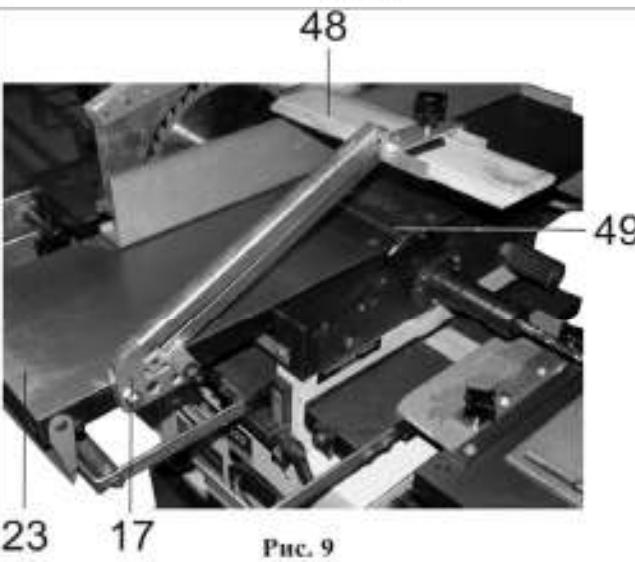

Рис. 9
8.2.6. На боковой поверхности стола подачи (23) установите и закрепите кронштейн защитной планки рабочего вала (17). На кронштейне (17) установите и закрепите защитную планку (48), Рис.9.
- по шкале рельсы (46) определить положение направляющей планки (15) и зафиксировать положение ручкой фиксации (47);
- болтом фиксации (64) зафиксировать выбранный угол наклона направляющей планки (15) относительно подающего стола (23) (см. пункт 9.6);
- поворотом ручки фиксации (34) ослабить фиксацию положения строгального стола подачи (23);
- ручкой регулировки высоты строгания (33) установить необходимую глубину строгания (см. пункт 9.5);
- защитной планкой (48) закрыть не принимающую участия в строгании часть строгального вала (49), Рис.9;